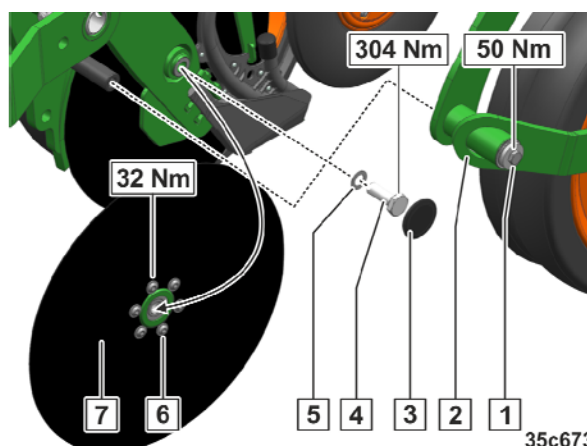

Рис. 311
1. Ослабьте и извлеките винт (Рис. 311/1).
2. Демонтируйте держатель опорного катка (Рис. 311/2) с опорным катком.
4. Снимите пылезащитные колпачки (Рис. 311/3).
5. Отвинтите и извлеките центральные винты (Рис. 311/4).
6. Обратите внимание на количество распорных шайб (Рис. 311/5).
7. Демонтируйте диски сошника (Рис. 311/7).
8. Ослабьте и снимите резьбовые соединения у гнезда подшипника (Рис. 311/6).